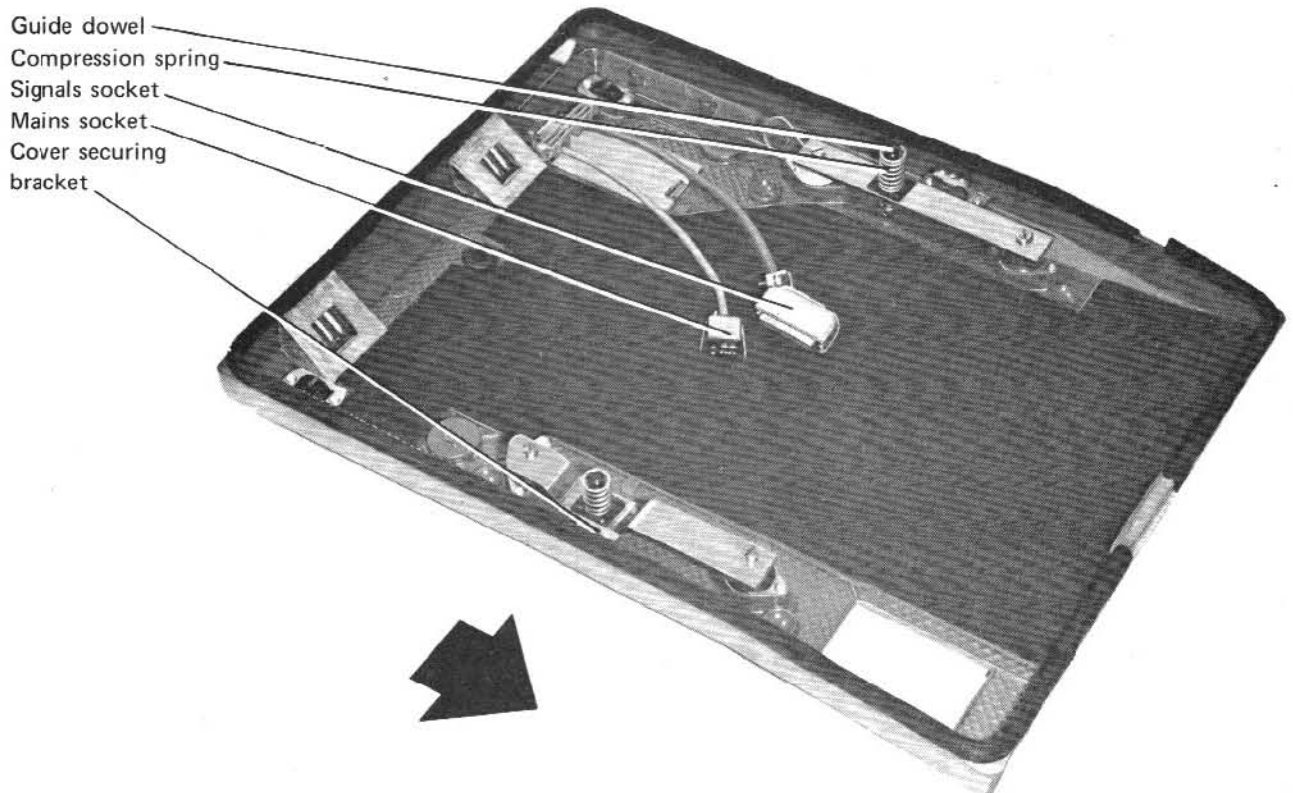

Fig. 5.2 BASE TRAY
27. BASE TRAY Fig. 5.2, 5.4, 5.14